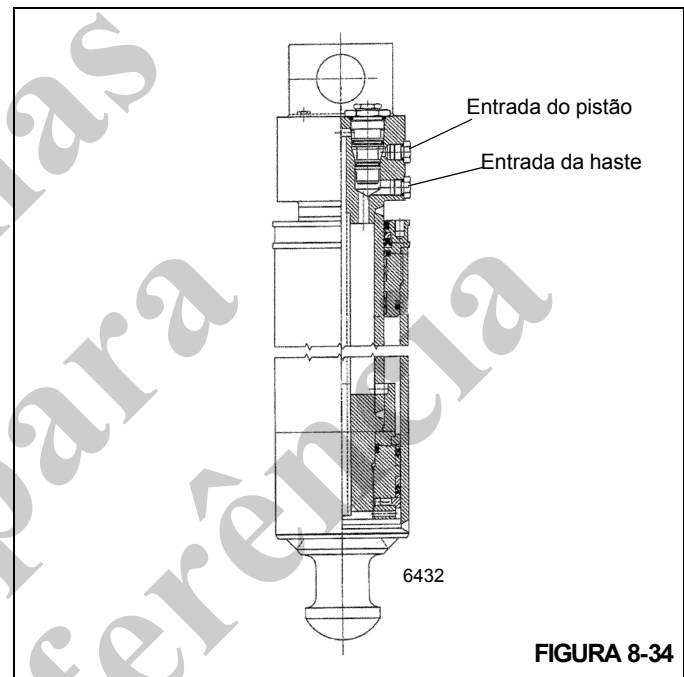

FIGURA 8-34
2. Remova a mangueira do lado da haste do cilindro do macaco suspeito de estar com vazamento (Figura 8-34). O óleo fluirá até que a cavidade no bloco de entradas do cilindro se esvazie. Quando a cavidade no bloco de entradas estiver vazia, o óleo deve parar de fluir da entrada do lado da haste.
2. Remova a mangueira do cilindro do lado do pistão do cilindro do macaco suspeito de estar com vazamento (consulte a (Figura 8-34)). O óleo fluirá até que a cavi-